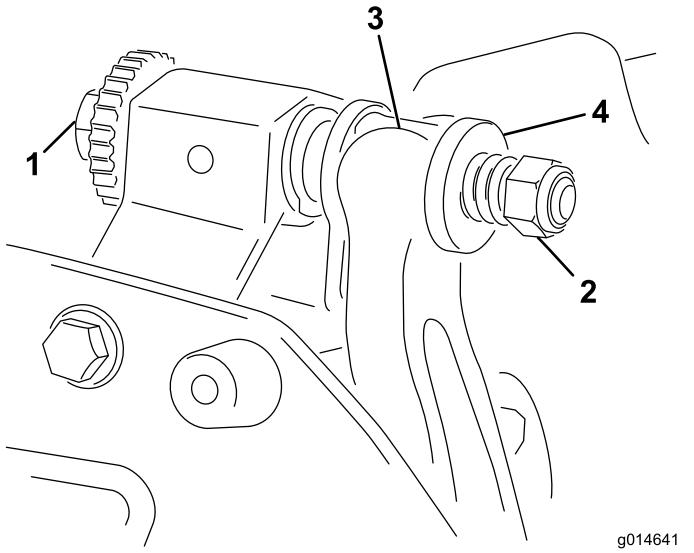

Figura 24
- Rode o parafuso de ajuste da barra de apoio no sentido contrário ao dos ponteiros do relógio, para afastar lâmina de corte do cilindro (Figura 24).
- Faça recuar a porca da mola tensora até que a anilha deixe de estar sob tensão contra a barra de apoio (Figura 24).